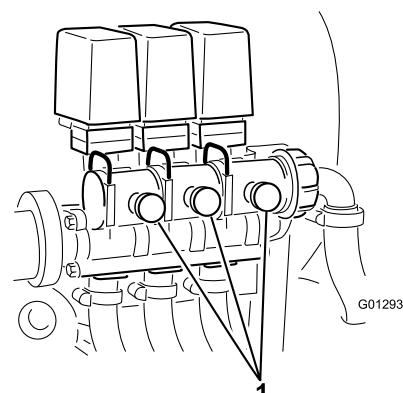

Figura 29
12. Regolate la valvola di bypass della barra (Figura 29) sulla valvola di comando della barra che avete disattivato, finché il misuratore di pressione non mostra un valore identico a quello rilevato al punto 9.